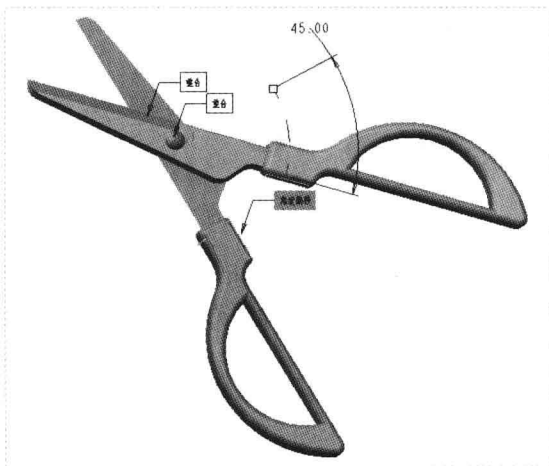

图 15-78 创建角度偏移约束
Step 08 此时，绘图区出现一个角度尺寸，在尺寸数值上双击鼠标左键，弹出尺寸数值框，输入 45，按【Enter】键确认，即可创建一个角度偏移约束，如图 15-78 所示。